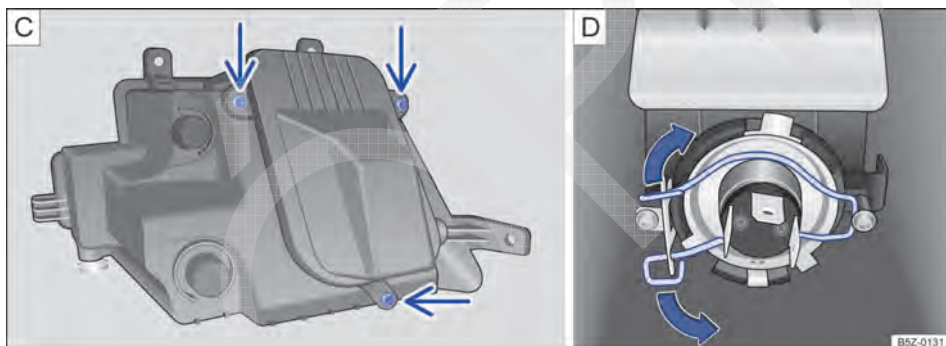

Fig. 168 No para-choque dianteiro: **C** retirar os parafusos da cobertura da lâmpada e **D** lâmpada do farol de neblina.
6. Retirar os parafusos indicados pelas setas → Fig. 168 **C**, para acessar a lâmpada do farol de neblina. ▶
8. Comprimir a mola de travamento no sentido da seta → Fig. 168 **D** e deslocá-la para deslizar a lâmpada.